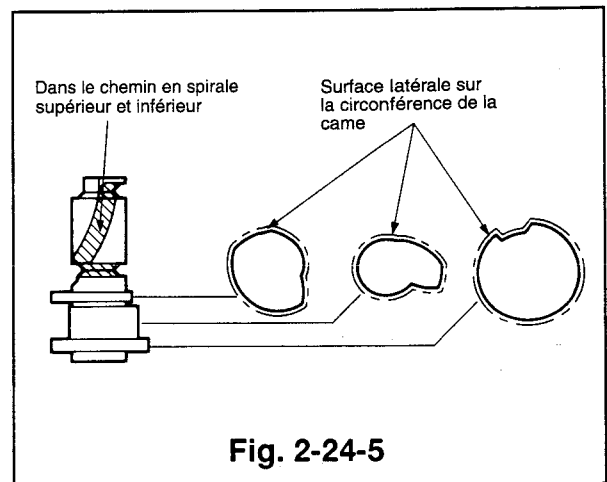

Fig. 2-24-5
- 5) Appliquer de la graisse (PG-641)[859DO55030] sur l'emplacement de la nouvelle came du galet illustrée dans la Fig. 2-24-5.